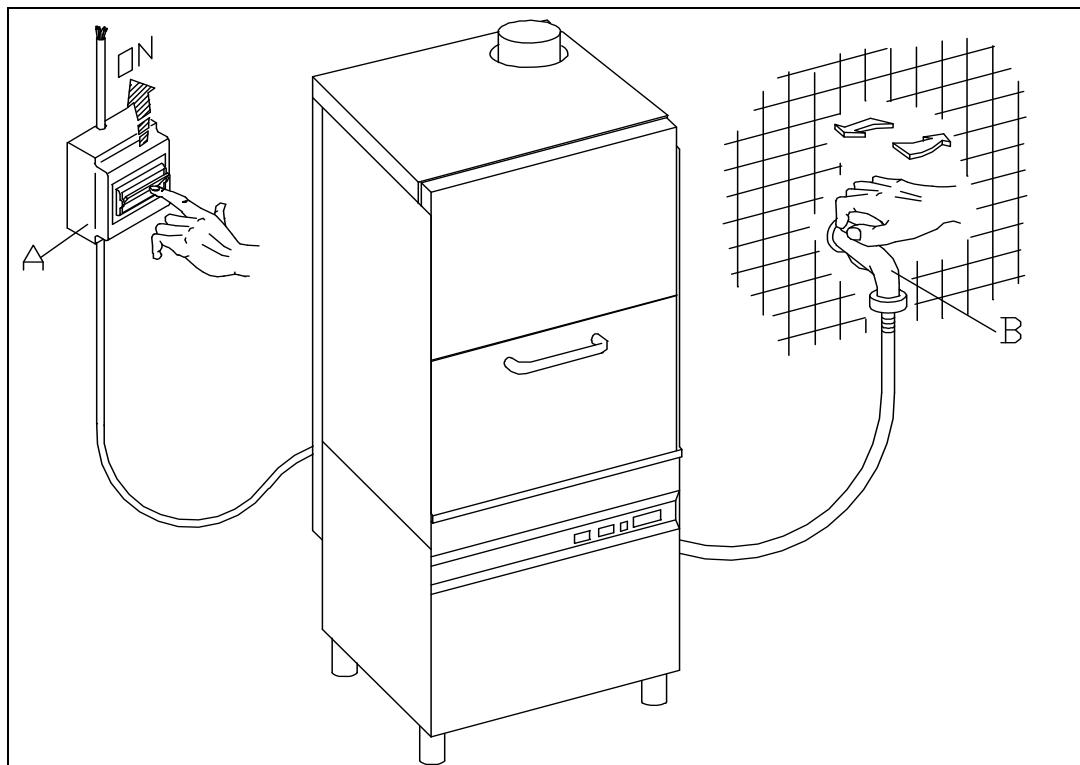

Рис. 3-1
- Откройте водопроводный кран (В) и включите главный выключатель (А). Поверните выключатель ВКЛ (1) прибора. Загорится световой индикатор (А), указывая, что машина подключена к электросети. После чего начнется наполнение водой бойлера и затем бака. После наполнения прибора водой нагревательные элементы бойлера и бака поочередно активируются в автоматическом режиме. Когда температура, показанная на термометрах (Т1) и (Т2), достигает температуры, заданной на терmostатах бака и бойлера, прибор готов к запуску программы мойки. (рис.3-1÷3-2)
- Turn on the water tap (B) and switch on the master switch (A). Turn the appliance ON switch (1), which will cause the warning light (A) to illuminate, indicating that the machine is live. To show that the appliance is live and the boiler and the tank are filled with water. When the appliance has been filled with water the boiler and tank heating elements are automatically activated in alternation. When the temperature shown on the thermometers (T1) and (T2) reaches the temperature set on the thermostats of the tank and the boiler, the appliance will be ready to start the washing programme. (fig.3-1÷3-2)
- Öffnen Sie den Wasserhahn (B) und schalten Sie den Hauptschalter (A) ein. Schalten Sie den Hauptschalter des Geräts (1) ein. Die Kontrollleuchte (A) leuchtet auf und zeigt an, dass die Maschine unter Spannung steht. Dadurch wird das Laden des Wassers in den Kessel und dann in den Tank gestartet. Am Ende des Wasserladevorgangs werden die Heizelemente des Tanks und des Wechseltanks automatisch eingefügt. Sobald die von den Thermometern (T1) und (T2) angezeigten Temperaturen die auf Thermostaten, Tank und Tank (Boiler) eingestellten Temperaturen erreicht haben, kann das Gerät mit dem Waschen beginnen. (fig.3-1÷3-2)
- Ouvrir le robinet de l'eau (B) et insérer l'interrupteur général (A). Ouvrir l'interrupteur principal de l'appareil (1), le voyant (A) s'allumera ce qui signifie que la machine est branchée. Le réservoir d'eau commence à être alimenté et que la cuve le sera ensuite elle aussi. A la fin de l'opération d'alimentation en eau, les éléments chauffants du réservoir et de la cuve entreront automatiquement en fonction en alternance. Une fois que la température affichée par les thermomètres (T1) et (T2) aura atteint les températures affichées sur les thermostats du réservoir et de la cuve, on pourra faire démarrer un programme de lavage. (Fig.3-1÷3-2)
- Abra el grifo del agua (B), conectar el interruptor general (A). Activar el interruptor principal del aparato (1); el encendido de la luz testigo (A) indica que la máquina está en tensión: empieza a llenarse de agua el tanque y a continuación se llena la cuba. Al final de la carga del agua se conectan automáticamente las resistencias del tanque y de la caldera en la alternación. Cuando las temperaturas que indican los termómetros (T1) y (T2) alcancen los valores prefijados en los termostatos de tanque y la caldera, el aparato estará listo para empezar el lavado. (fig.3-1÷3-2)
- Abrir a torneira de água (B), acionar o interruptor geral (A). Acionar o interruptor principal do aparelho (1), a luz (A) se acende evidenciando che a máquina esta sob tensão; iniciará então o enchimento de água no reservatório e sucessivamente na cuba. Ao final da operação de enchimento de água, automaticamente funcionarão as resistências do reservatório e da cuba na alternância. Uma vez que as temperaturas visualizadas dos termômetros (T1) e (T2) atingirem os níveis ideais, nos termostatos da cuba e do reservatório (Boiler), o aparelho estará pronto para iniciar a lavagem. (fig.3-1÷3-2)
- Open de waterkraan (B), zet de hoofdschakelaar (A) aan. Schakel de hoofdschakelaar van het apparaat in (1), het waarschuwingsslampje (A) gaat branden om aan te geven dat de machine onder spanning staat. Wanneer de deur gesloten is, vult het apparaat zich met water en aan het einde van de lading worden de verwarmingselementen van de tank en de ketel afwisselend automatisch ingebracht. De werking van de weerstanden wordt zichtbaar gemaakt door de verlichting van de lichten (D) en (E). Wanneer beide lichten uitgaan, heeft het water de ingestelde temperaturen bereikt en is het apparaat klaar om met wassen te beginnen. (Afb. 3-1 - 3-2)
- По завершении цикла забора воды откройте дверцу (I), разместите полную корзину (L) и закройте дверцу (I). Выберите соответствующий цикл мойки, нажав кнопку (2); для цикла 1 загорится индикаторная лампа (B), для цикла 2 загорится индикатор (C). Затем нажмите кнопку ЗАПУСК (3) и запустите цикл мойки, обозначенный световым индикатором (D). По завершении цикла световой индикатор погаснет. Чтобы выключить прибор, поверните выключатель (1) в положение (0). Световой индикатор (A) указывает, что прибор выключен. (рис.3-1÷3-2).
- When the water intake cycle is complete, open the door (I), position the full basket (L) and close the door (I). Select the appropriate washing cycle by pressing button (2): pilot lamp (B) lights up for cycle 1; (C) lights up for cycle 2. Now press the START button (3) and the wash cycle displayed by light (D) will start. When the cycle is over, this light goes out. To turn off the appliance, turn the switch (1) to (0). Light (A) indicates the appliance is off (fig.3-1÷3-2).
- Nach erfolgter Füllung die Tür (I) öffnen, den gefüllten Geschirrkorb (L) einsetzen und die Tür (I) schließen. Das Programm durch Drücken des Druckknopfes (2) wählen, wird Programm 1 gewählt leuchtet die Kontrolllampe (B) auf und bei Programm 2 die Kontrolllampe (C). Nach Drücken des START-Druckknopfs (3), beginnt das Spülprogramm, die Kontrolllampe (D) leuchtet auf und am Programmende erlöscht die Kontrolllampe. Um das Gerät auszuschalten, muß der Schalter (1) auf die Position (0) gestellt werden, die Kontrolllampe (A) erlöscht (fig.3-1÷3-2).
- Lorsque le remplissage est terminé, ouvrir la porte (I), introduire le panier (L) plein et fermer la porte (I). Sélectionner ensuite le cycle de lavage en actionnant le bouton-poussoir (2). La lampe-témoin (B) s'allumera pour le cycle 1 et la lampe-témoin (C) s'allumera pour le cycle 2. A ce stade, presser le bouton-poussoir START (3) et le cycle de fonctionnement commencera, visualisé par la lampe-témoin (D). La fin du cycle coïncide avec l'extinction de ce voyant. Pour arrêter la machine, il faudra débrancher l'interrupteur (1) en le ramenant sur la position (0): lampe-témoin (A) (fig.3-1÷3-2).
- Después del llenado, abra la puerta (I), introduzca el cesto (L) carga y cierre la puerta (I). Seleccione el ciclo de lavado por medio del selector (2): para el ciclo 1 se enciende la luz testigo (B), para el ciclo 2 se enciende la luz testigo (C). Pulse ahora START (3) para arrancar el ciclo de trabajo: se enciende la luz testigo (D), que se apagará al final del ciclo. Para apagar la máquina desconecte el interruptor (1) posición 0, luz testigo (A) apagada (fig.3-1÷3-2).
- Após o enchimento abrir a porta (I), colocar o cesto (L) cheio com a louça e fechar a porta (I). Selecionar o ciclo de lavagem apertando o botão (2). Para o ciclo 1 se acende a luz (B) e para o ciclo 2 será a luz (C). A partir deste ponto, acionar o botão START (3) e iniciar o ciclo de lavagem, cujo funcionamento será indicado pela luz (D); ao final do ciclo a luz anteriormente indicada se apagará. Para desligar a máquina basta acionar o interruptor (1) até a posição 0 e assim a luz (A) se apagará (fig.3-1÷3-2).
- Open na het vullen de deur (I), plaats de laadmand (L) en sluit de deur (I). Selecteer de wascyclus door de knop (2) in te drukken; voor cyclus 1 gaat het waarschuwingsslampje (B) branden, het waarschuwingsslampje (C) gaat branden voor cyclus 2. Druk op dit moment op de START-knop (3) en de werkcyclus die wordt weergegeven door het indicatielampje (D) begint: het einde van de cyclus valt samen met het uitschakelen van dit waarschuwingsslampje. Om de machine uit te schakelen, zet u de schakelaar (1) uit door deze naar het (0) indicatielampje (A) uit te draaien. (Afb. 3-1 ÷ 3-3)